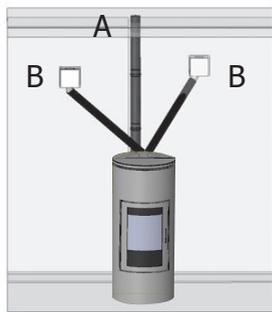

FIGURA 6 - IMPIANTO USCITA ARIA VISTA FRONTALMENTE
Nell'esempio in figura 6 e 7 (vista anteriore e posteriore) la canalizzazione dell'aria è di lunghezza uguale per un totale di 8 metri, cioè le tubazioni (B) avranno una lunghezza di circa 4 metri l'una. Nel caso di canalizzazioni di diversa lunghezza il totale dovrà essere sempre al massimo 8 metri (esempio 3 + 5 metri). In questo caso il calore si diffonderà nelle stanze in modo non uniforme.